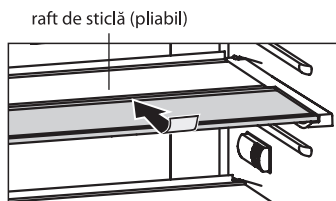

Figura 15
5.1.1 Dacă este necesar să plasați vase înalte în rezervorul de stocare, este necesar să trageți ușor spre sine partea din față a raftului de sticlă (pliabil) și să o ridicați, apoi glisați-o sub partea din spate, în conformitate cu figura 15.